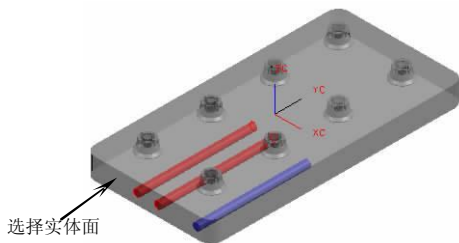

图5-79
4. 以相同方法创建冷却水道，设置冷却水道直径为“M8”，“HOLE_1_DEPTH=115”，“HOLE_2_DEPTH=115”，选择实体面作为冷却水道参考面，设置第一条冷却水道坐标为 (10, 0, 0)，第二条冷却水道坐标为 (-10, 0, 0)，结果如图 5-79 所示。